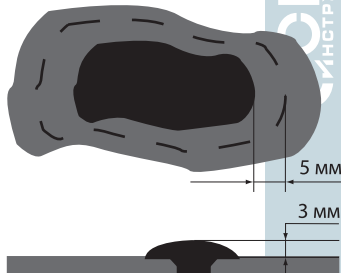

Рисунок 5 – Установка заплатки
3. Подберите подходящий кусок резины и закройте им повреждённый участок. Прикатать сырую резину толщиной 1 мм в 2–3 слоя, оставив вокруг приблизительно 5 мм зачищенной поверхности (рис. 5).